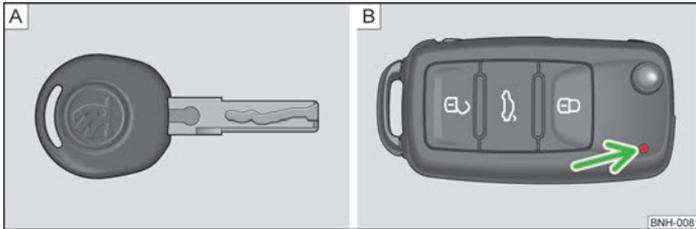
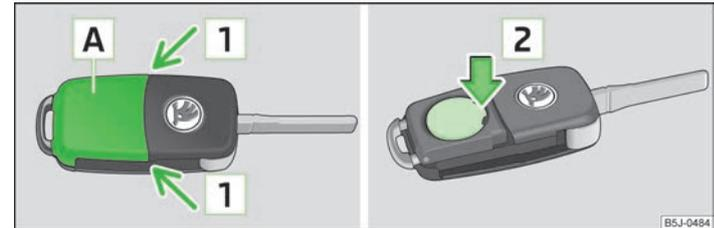

Abb. 8 Schlüssel ohne Fernbedienung / Schlüssel mit Fernbedienung (Funkschlüssel)
Abb. 9 Funkschlüssel: Deckel abnehmen / Batterie herausnehmen
Mit dem Fahrzeug werden zwei Schlüssel ausgeliefert. Je nach Ausstattung kann Ihr Fahrzeug mit Schlüsseln ohne Funkfernbedienung » Abb. 8 - A) oder mit Funkfernbedienung » Abb. 8 - B) ausgestattet sein.
Jeder Funkschlüssel enthält eine Batterie, die unter dem Deckel A) untergebracht ist » Abb. 9. Wenn die Batterie entladen ist, blinkt nach dem Drücken einer Taste auf dem Funkschlüssel die rote Kontrollleuchte » Abb. 8 auf Seite 26 - B) nicht. Wir empfehlen Ihnen, die Schlüsselbatterie von einem ŠKODA Vertragspartner wechseln zu lassen. Falls Sie jedoch die entladene Batterie selbst wechseln möchten, gehen Sie wie folgt vor.
- Die Batterieabdeckung mit dem Daumen oder mit einem flachen Schraubendreher im Bereich der Pfeile 1) abdrücken » Abb. 9.